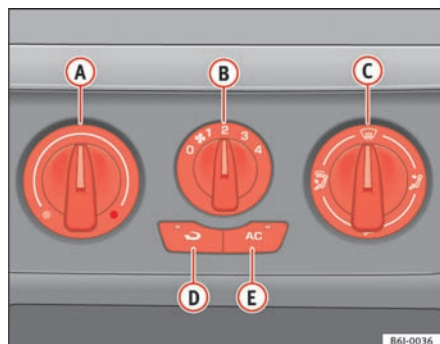

Fig. 84 På instrumentpanelet: betjeningselementer til varmeanlæg
- Du kan indstille temperatur, luftfordeling og blæsertrind ved hjælp af kontakterne ⇒ fig. 84 A, C og B.